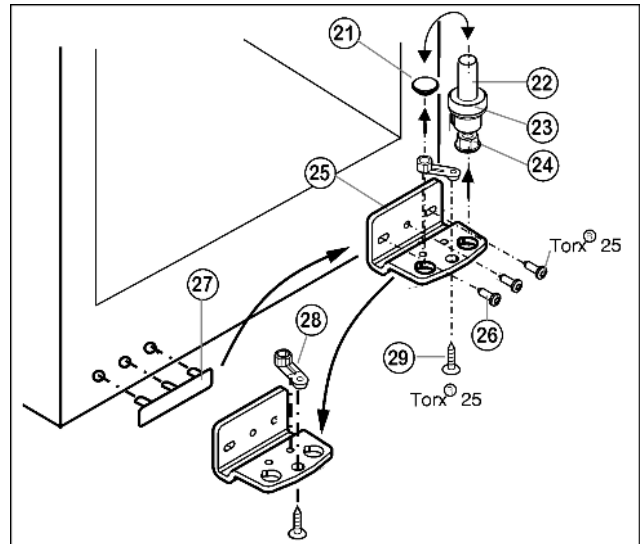

Fig. 5
- ▶ Извлеките опорный винт Fig. 5 (22) в комплекте с шайбой Fig. 5 (23) и регулируемой опорой Fig. 5 (24), вытягивая его вверх.
- ▶ Снимите пробку Fig. 5 (21).
- ▶ Открутите Fig. 5 (26) опорный кронштейн Fig. 5 (25).
- ▶ Открутите Fig. 5 (29) опорную деталь Fig. 5 (28) и, переставив в отверстие на противоположной стороне опорного кронштейна, снова прикрутите.
- ▶ Осторожно снимите и переставьте на противоположную сторону крышку со стороны ручки Fig. 5 (27).
- ▶ Снова прикрутите опорный кронштейн Fig. 5 (25) на новой стороне шарнира (**с моментом 4 Нм**). При необходимости используйте аккумуляторный шурупверт.
- ▶ Переставьте пробку Fig. 5 (21) в свободное отверстие.
- ▶ Вновь установите опорный винт Fig. 5 (22) в комплекте с шайбой и регулируемой опорой. При этом фиксатор должен быть направлен назад.